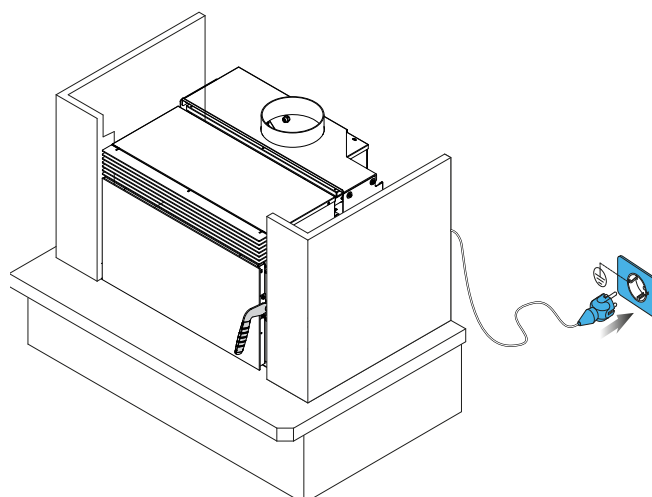

Abb. 6.1.15
- 15) Erstellen Sie die Stromversorgung auf der Rückseite des Ofeneinsatzes und schließen Sie das Netzkabel an (Abb. 6.1.15).